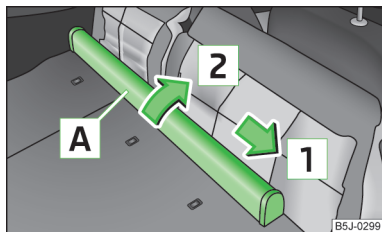

Fig. 72
- Împingeți carcasa peretelui despărțitor din plasă **A** » fig. 72 în sensul săgeții **1** și scoateți-o din prinderea spătarului dreapta, în sensul săgeții **2**.